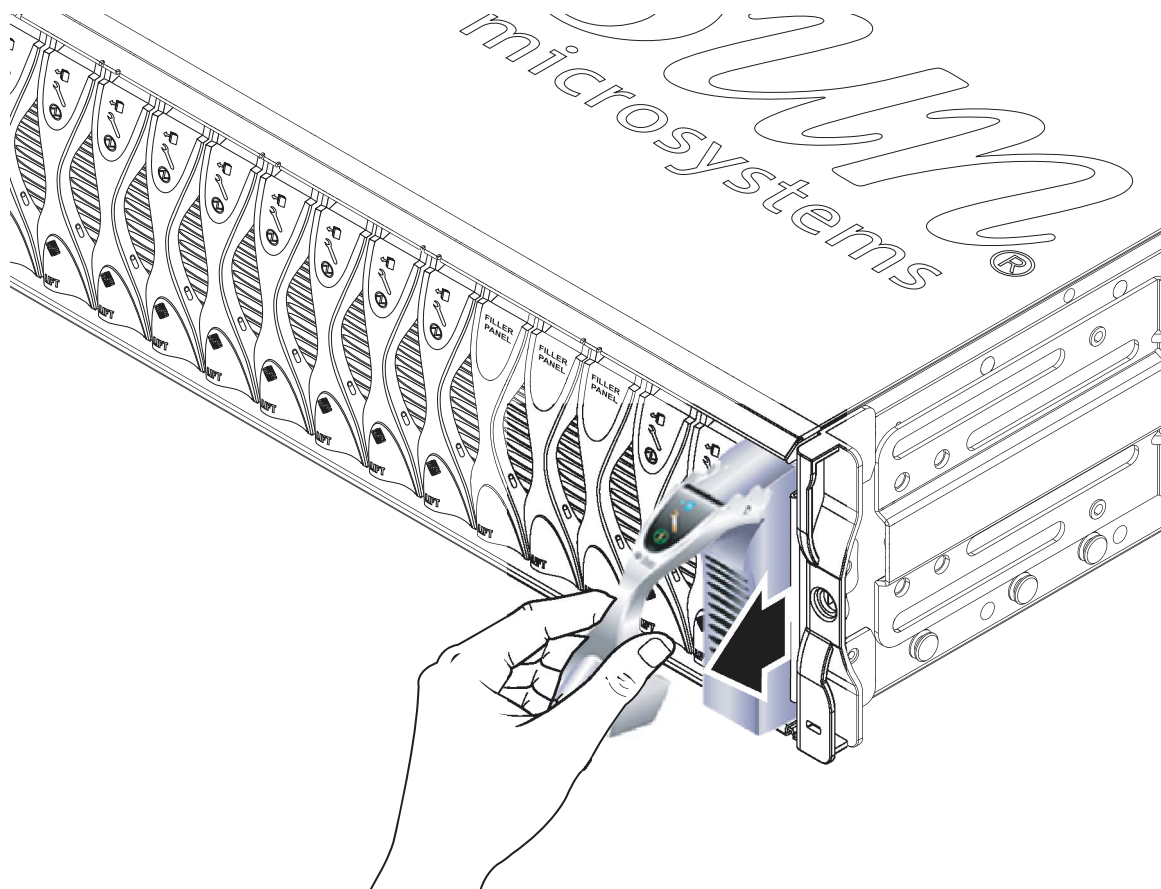

图 12-2 松开的刀片弹出杆装置或填充面板弹出杆装置
3. 朝前并向上拉动弹出杆，解除刀片弹出杆锁定，使刀片从系统机箱中部分弹出（图 12-2）。